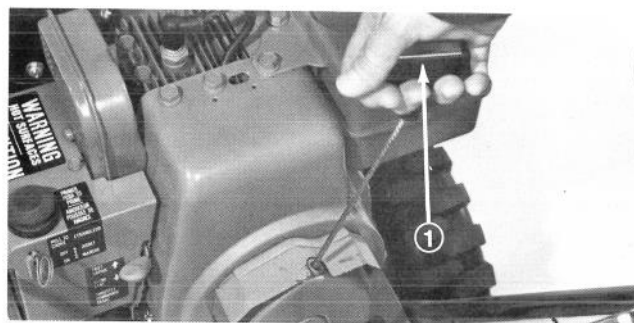

Figure 16
Démarreur à rappel (Fig. 16) — Le démarreur à rappel se trouve à l'arrière du moteur. Il suffit de le tirer pour mettre le moteur en marche.
- Saisissez la poignée du démarreur à rappel (Fig. 16) et tirez-la lentement jusqu'à ce que vous sentiez une prise ferme. Tirez alors vigoureusement pour mettre le moteur en marche. Retenez fermement la poignée du démarreur et laissez-la revenir lentement.